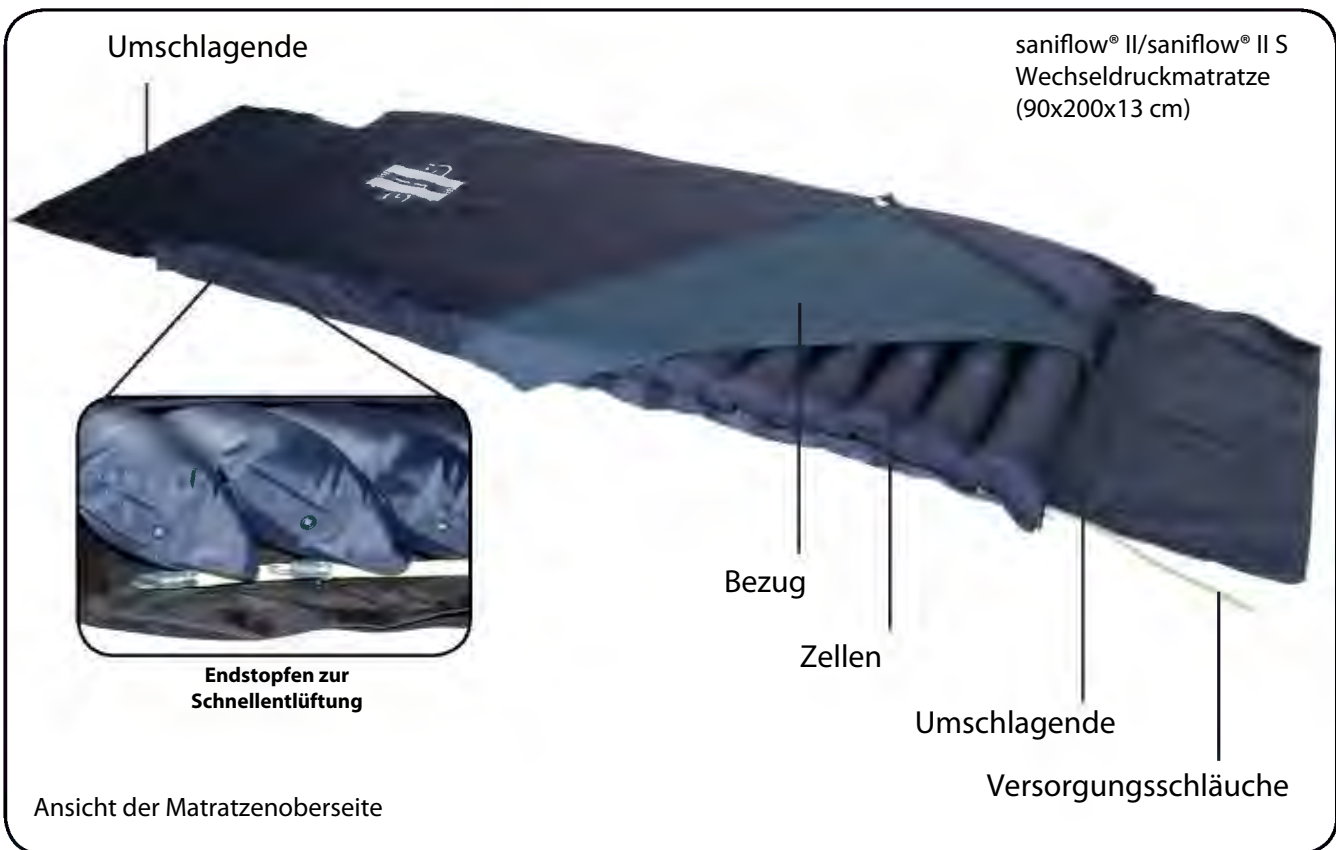

Abbildung 04
Eine Befestigung der Wechseldruckmatratze an der Standardschaumstoffmatratze oder der Schaumstoffmatratzenunterlage wird durch Umschlagenden, die sich an Kopf- und Fußende der Wechseldruckmatratze befinden, gewährleistet (siehe Abbildung 04).
6. Befestigen Sie die Wechseldruckmatratze, indem Sie beide Umschlagenden an Kopf- und Fußende (siehe Abbildung 04) unter die Standardschaumstoffmatratze oder die Schaumstoffmatratzenunterlage einschlagen. Das Fixieren der Wechseldruckmatratze ist nötig, um ein Verrutschen zu verhindern. Bei Betten mit verstellbarer Liegefläche müssen sich alle Bewegungsfunktionen des Bettes ausführen lassen, ohne die Wechseldruckmatratze zu beschädigen. Die Versorgungsschläuche der Wechseldruckmatratze müssen so platziert werden, dass sie nicht geknickt oder gequetscht werden.
- Überprüfen Sie, ob die Zuleitungs- und Verteilerschläuche der Wechseldruckmatratze durch die Endstopfen vollständig geschlossen sind. Die Endstopfen befinden sich auf der rechten Seite am Kopfende der Wechseldruckmatratze (siehe Abbildung 04).